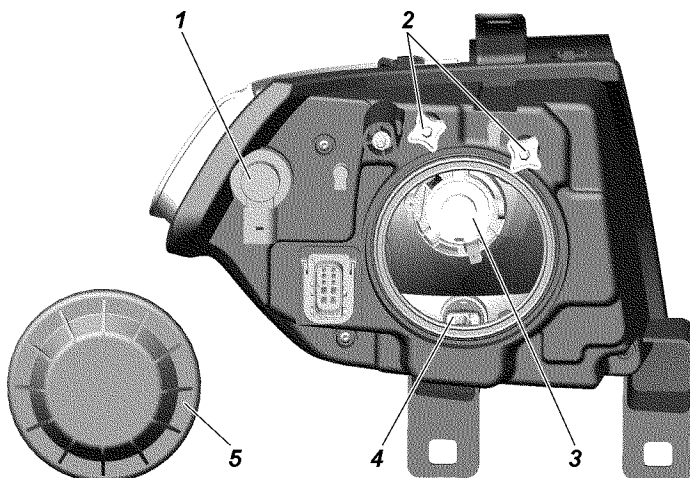

Рис. 9.29. Фара:
3. Включите ближний свет фар и, поочередно закрывая каждую фару, вращением регулировочных винтов 2 (рис. 9.29) добейтесь, чтобы светотеневая граница слева от точек Е и Е' совпадала с линией 1, а справа - с линиями 2 и 2' для левой и правой фар соответственно. Точки перелома светотеневой границы должны совпадать с точками Е и Е'.
Замена ламп фар. Для замены лампы указателей поворота снимите колодку с патрона 1 (рис. 9.29), поверните патрон по часовой стрелке (для правой фары) или против часовой стрелки (для левой фары) и выньте патрон в сборе с лампой.